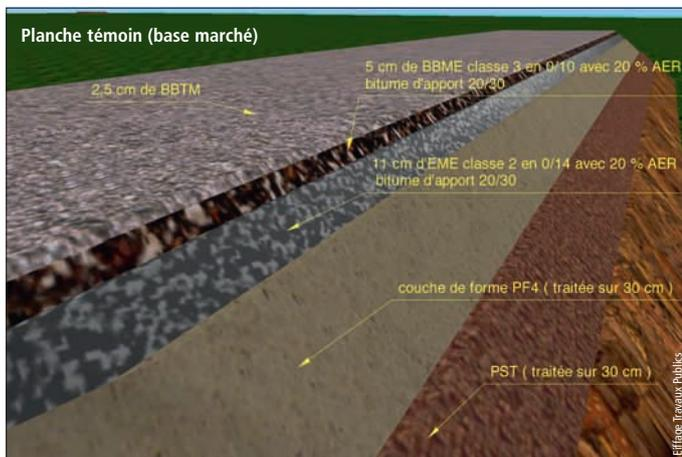

Figure 1a
- Planche témoin n°1 (400 ml) : 2,5 cm BBTM 0/10 au liant modifié / 5 cm BBME3 0/10 / 11 cm EME2 avec 20 % AE / PF 4 (figure 1a) ;